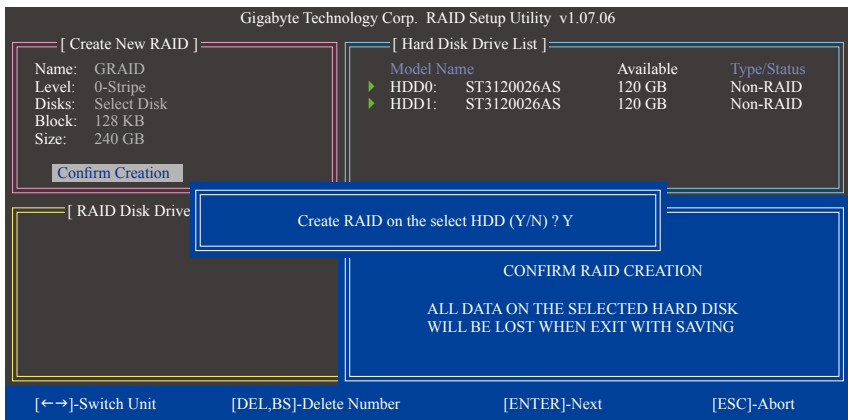

图7
6. 确认建立磁盘阵列(Confirm Creation): 完成以上设置后光标将自动跳至「 Confirm Creation 」项目, 请按<Enter>键, 当确认信息出现时, 确定制作磁盘阵列请按<Y>, 取消请按<N>(图7)。